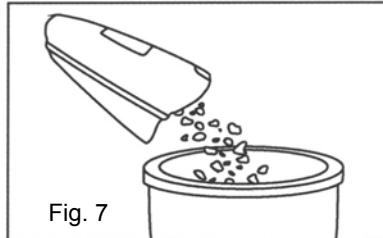

Fig. 7
3. Videz la poussière de la coupelle. (fig. 7)